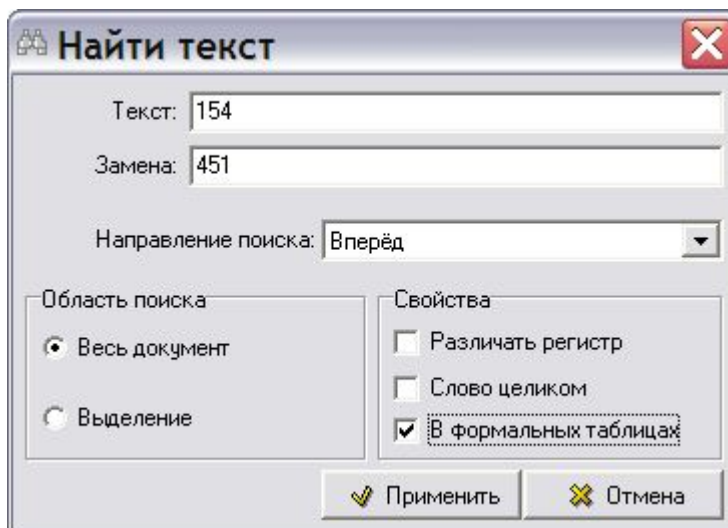

Рис. 3.82
2. В выпадающем меню выберите команду **Заменить**. При этом появится диалоговое окно **Найти текст** (Рис. 3.82).